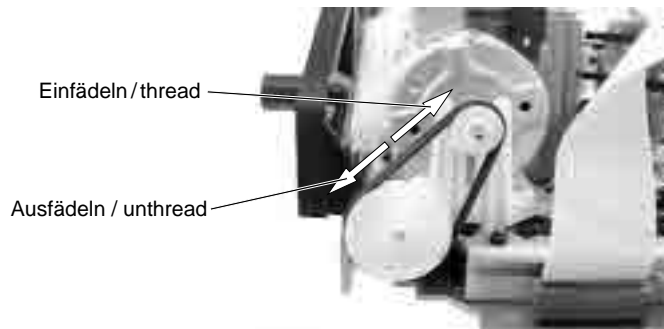
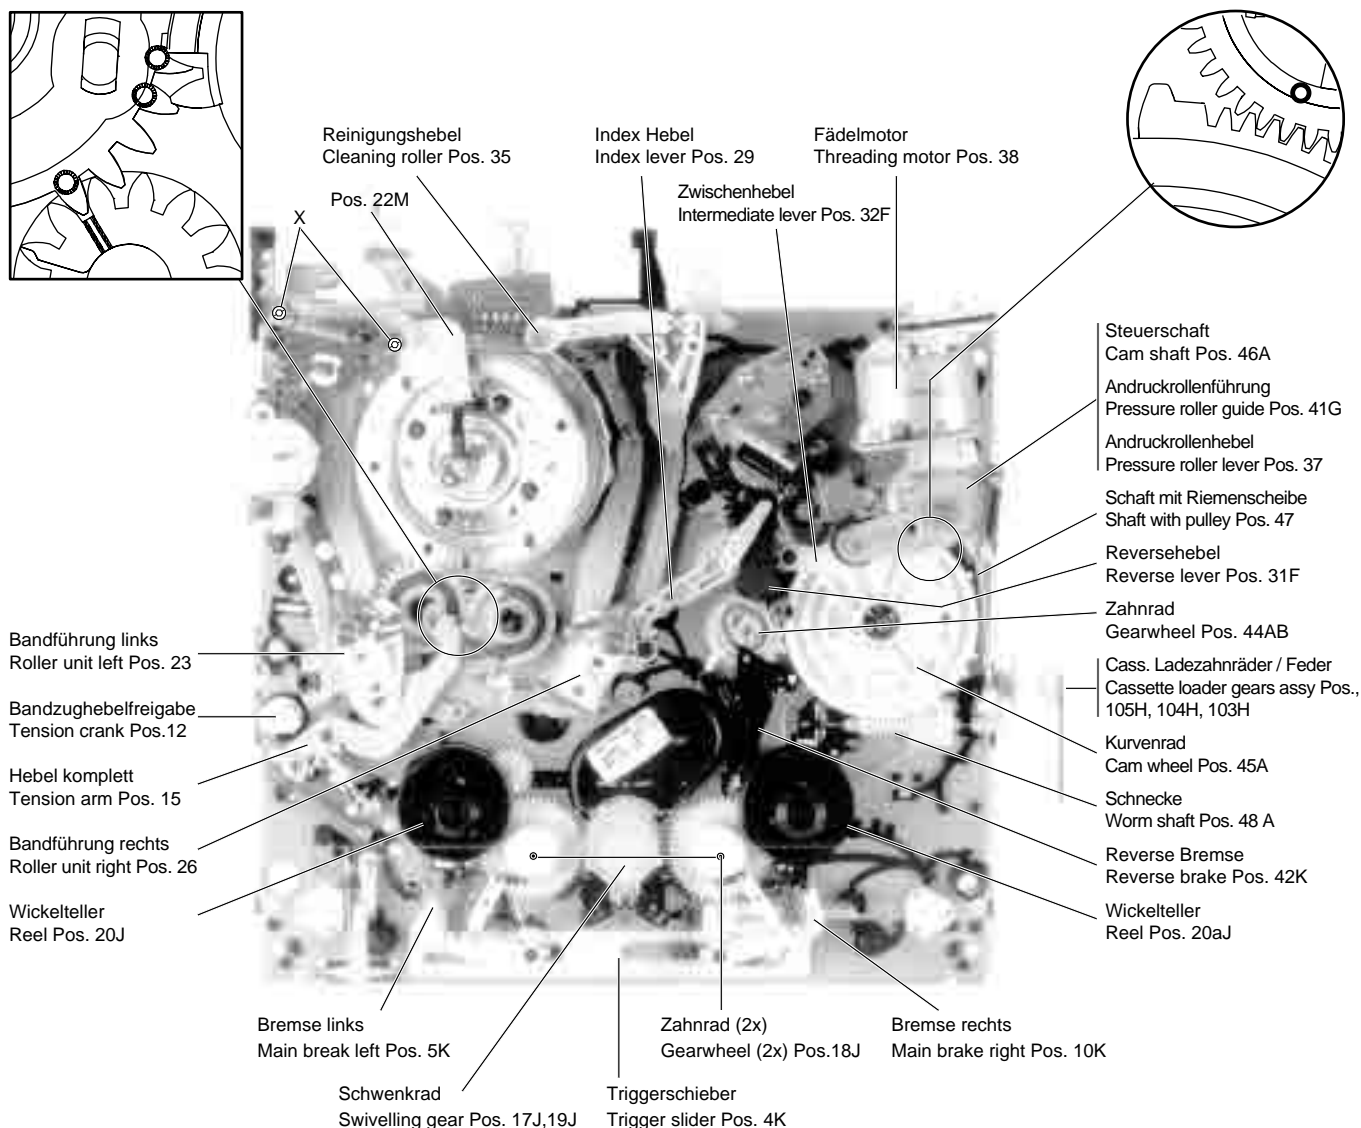
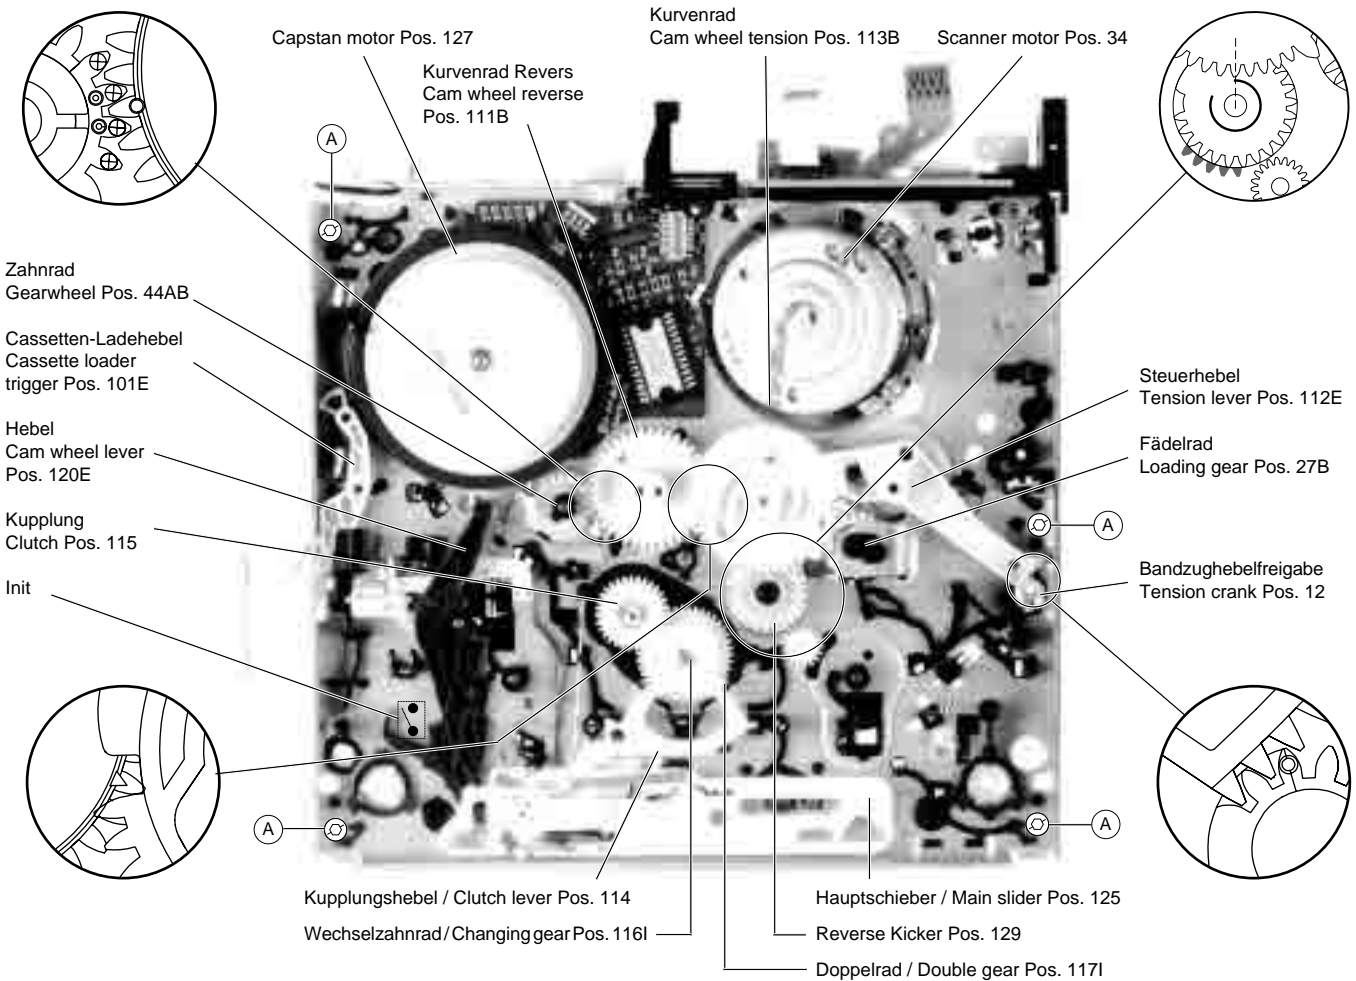
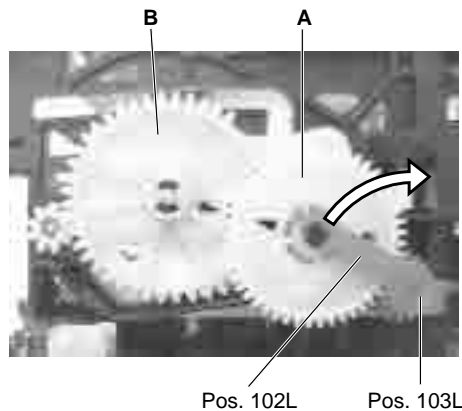

Fig. 3
Fig. 4
Fig. 5
Fig. 6
- Fädelmotor entgegen dem Uhrzeigersinn drehen (Fig. 4), bis der Cassettenschacht abgesenkt ist.
- Turn the threading motor counterclockwise (Fig. 4) until the cassette compartment is down.
Wenn nach dem Drücken der Eject-Taste das Laufwerk nicht ausfädelt und die Cassette auswirft, kann dies auch von Hand durchgeführt werden. Dazu ist das Antriebsrad des Fädelmotors zu drehen (Fig. 4). Um Bandschlaufen zu vermeiden, muß wechselweise auch der Capstanmotor (Pos. 127, Fig. 6) entgegen dem Uhrzeigersinn bewegt werden, bis das Band komplett in der Cassette aufgewickelt ist.
If the tape deck does not unthread and eject the cassette by pressing the Eject button this function can also be effected manually by turning the driving gear at the threading motor (Fig 4). To avoid slackening of the tape, turn the capstan motor (counterclockwise) (Pos. 127, Fig. 6) and the driving gear alternately until the tape is completely wound up in the cassette.
Nachfolgend sind die markierten und gerichtet einzubauenden Teile der Ober- und Unterseite im Detail dargestellt (Fig. 4, Fig. 5).
The following diagrams show in detail the marked components and their correctly aligned position on the top and bottom side (Fig. 4, Fig. 5).
- Antriebsrad des Fädelmotors in Drehrichtung "Einfädeln" (Fig. 3) so weit drehen, bis das Zahnrad (Pos. 103H, Fig. 6) entriegelt ist.
- Klammer (Pos. 102H) von der Achse des Zahnrades "A" lösen (Fig. 6).
- 4 Befestigungsschrauben (A) (Fig. 5) des Cassettenschachtes an der Unterseite entfernen.
- Turn the driving gear of the threading motor in the "threading" direction (Fig. 3) until the gearwheel (Pos. 103H, Fig. 6) disengages.
- Release the bracket (Pos. 102H) from the shaft of gearwheel "A" (Fig. 6).
- Unscrew the 4 screws (A) (Fig. 5) on the underside of the cassette compartment.
- Cassettenschacht abgesenkt und Zahnrad "A" (Fig. 6) eingerastet.
- Hinweis:** Bei Cassettenliftzahnradern (A und B, Fig. 6) mit Markierungspfeilen müssen die Pfeile zueinander zeigen.
- Cassettenschacht mit den 4 Schrauben (A) (Fig. 5) unten befestigen.
- Klammer (Pos. 102H) auf der Achse des Zahnrades "A" einrasten (Fig. 6).
- Cassette compartment down, gearwheel "A" (Fig. 6) engaged.
- Note:** For video recorders which are fitted with cassette lift gear wheels (A and B, Fig. 6) marked with arrows, the arrows must show towards each other.
- Fasten the cassette compartment with the 4 screws (A) (Fig. 5) at the bottom.
- Place the bracket (Pos. 102H) onto the shaft of gearwheel "A" and lock it in (Fig. 6).
- 2 Schrauben X (Fig. 4) herausdrehen, Haltewinkel (Pos. 22M, Fig. 4) und Kopfverstärker abnehmen.
- Undo 2 screws X (Fig. 4), remove the bracket (Pos. 22M, Fig. 4) and the head amplifier.